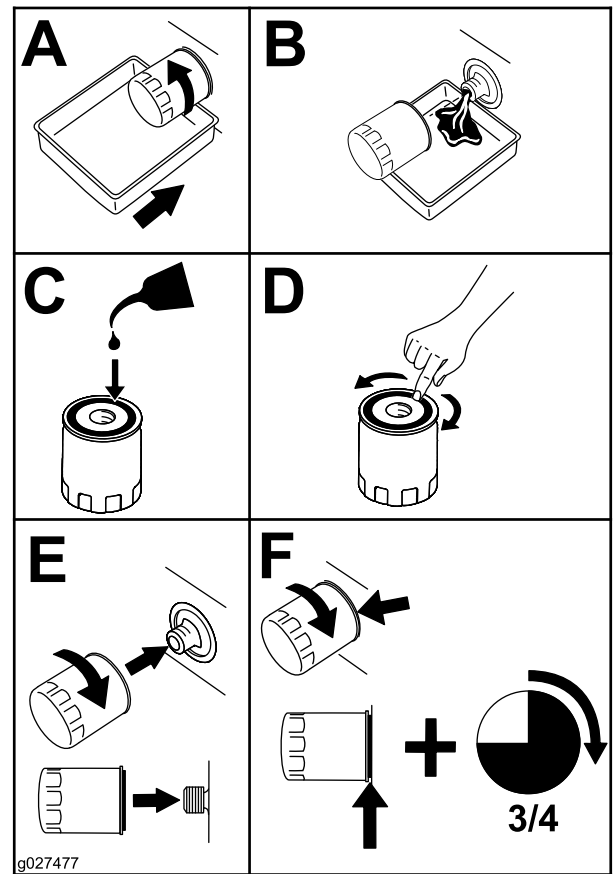

Bild 49
4. Wechseln Sie den Ölfilter wie in Bild 49 gezeigt.